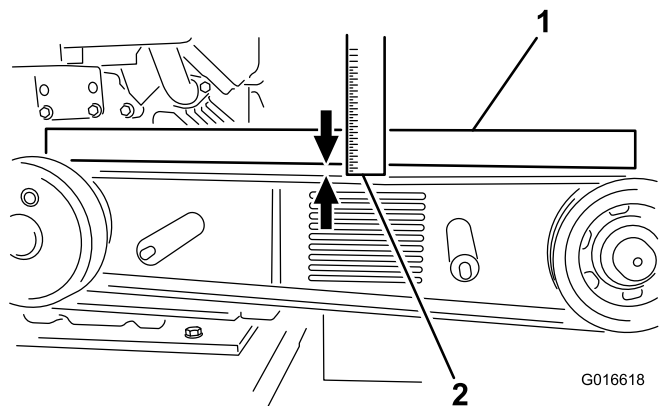

Figura 27
6. Coloque una regla sobre las poleas del embrague y del volante, y apriete el perno tensor de la correa hasta que la correa se desvíe 0.40 pulgadas (1 cm) al aplicar una presión de 15 libras (6.8 kg) en el centro de la correa (al tensar una correa usada) o de 18 libras (8 kg) al instalar una correa nueva (Figura 27).